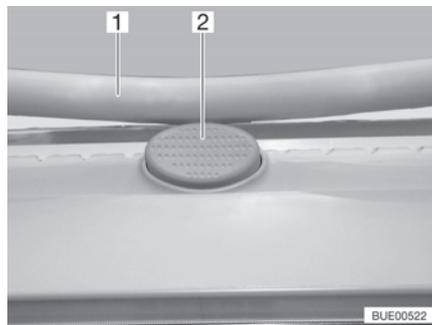

Fig. 19 Botón de seguridad (claraboya Heki)
- Pulsar el botón de seguridad (Fig. 19,2) y tirar el estribo (Fig. 19,1) hacia abajo con ambas manos.
- Presionar el estribo hacia arriba con ambas manos hasta que el estribo se encuentre encima del botón de seguridad (Fig. 19,2).